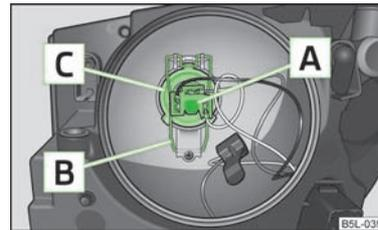

Abb. 171 Glühlampe für Fern- und Ablendlicht ausbauen
- › Den Stecker **A** abziehen » Abb. 171.